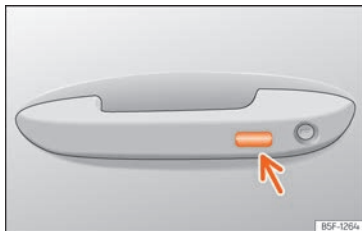

Abb. 100 Türgriff: Sensorfläche.
- **ODER** mit dem Keyless Access*-System (nur Schließen): Halten Sie einige Sekunden lang einen Finger über die Verriegelungssensorfläche »» **Abb. 100** (Pfeil) am Türgriff, damit die Fenster und das Dach* geschlossen werden. Wenn Sie die Sensorfläche nicht mehr berühren, wird die Schließfunktion unterbrochen.
- Halten Sie einige Sekunden lang einen Finger über die Verriegelungssensorfläche »» **Abb. 100** (Pfeil) am Türgriff, damit das Dach geschlossen wird. Wenn Sie die Sensorfläche nicht mehr berühren, wird die Schließfunktion unterbrochen.